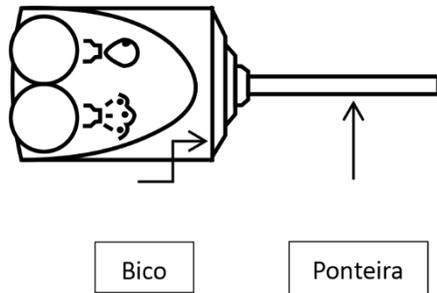

Figura 9
- Pressione o botão  para permitir a liberação de água, conforme ilustrado na Figura 9.
- Aperte o botão  para permitir a liberação de ar, conforme ilustrado na Figura 9.
- Aperte o bico e puxe a ponteira para removê-la, conforme indicado no Figura 9.